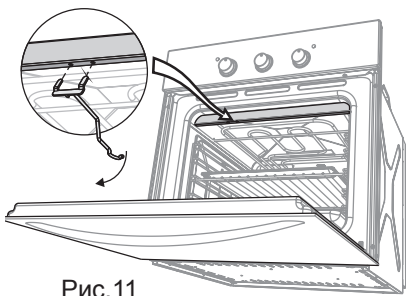

Рис. 11
- Установите крючок, для чего вставьте «усы» крючка в пазы верхней полки проема духовки и опустите крючок вниз (рис. 11).